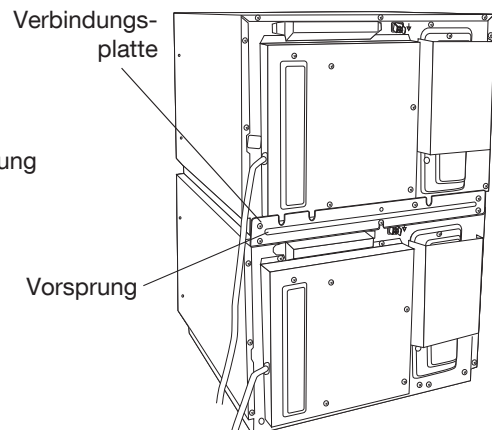

Abb. 2
4. Fünf Schrauben (a) und die Schraube (b) anbringen und festziehen. Siehe Abb. 2.